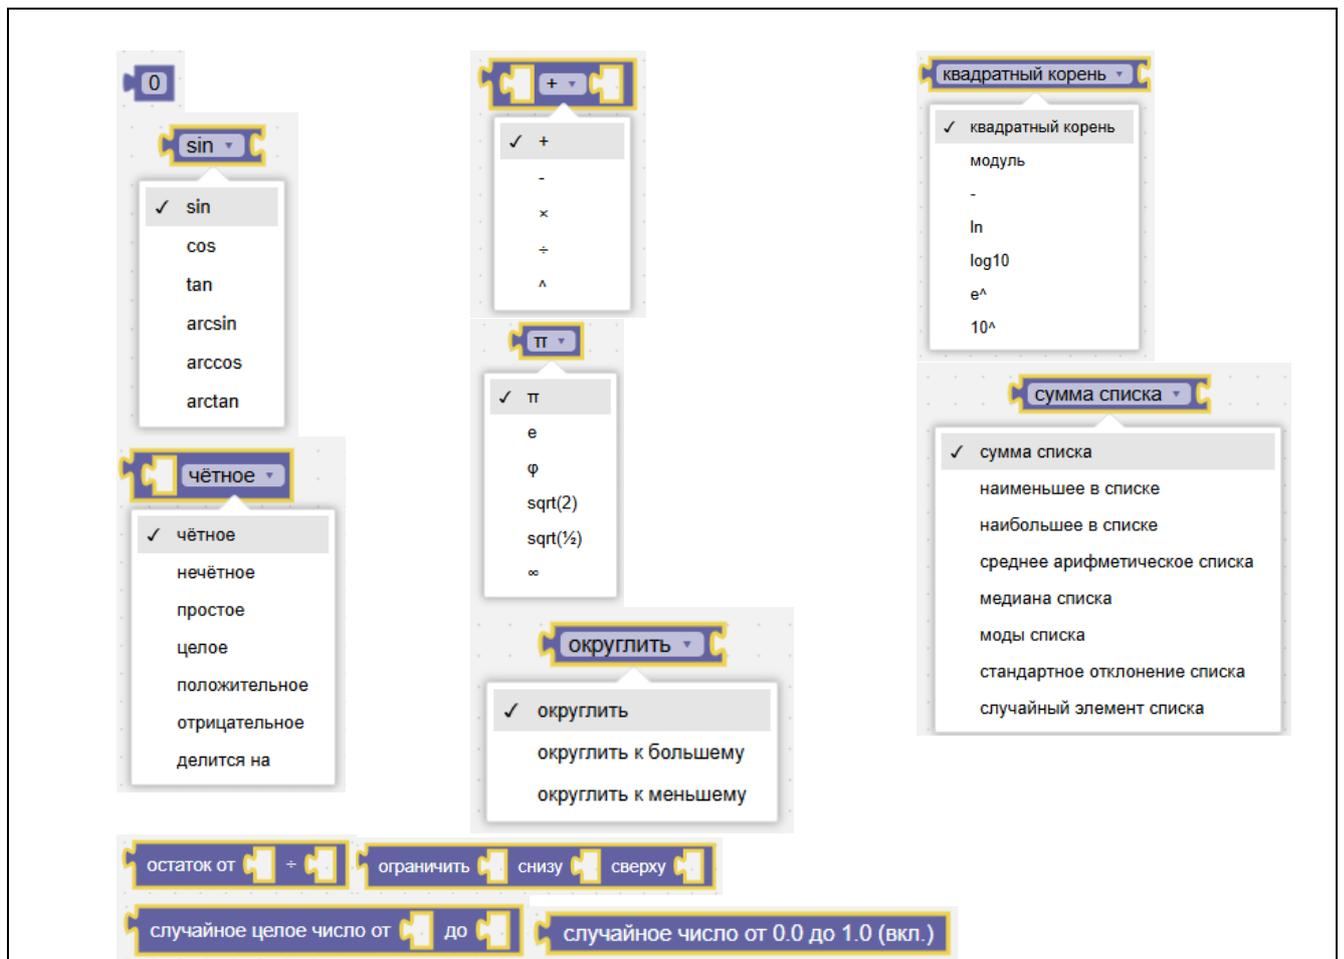

Рисунок II-17 – Блоки «Математика»
2. Блоки «Математика» – вычисления, формулы (см. Рисунок II-17).